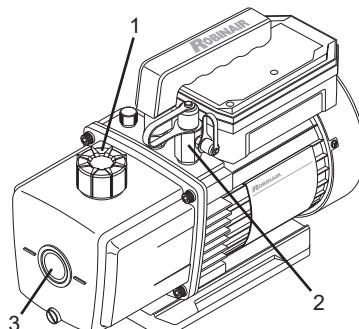
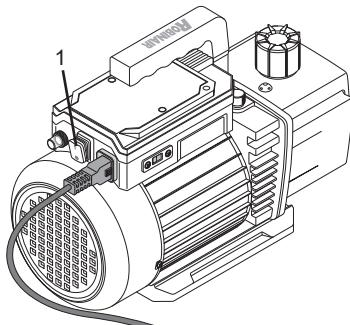

Figure 4
Figure 5
2. Retirer le bouchon d'évacuation/remplissage d'huile (1) (voir Figure 4).
3. Ajouter l'huile au réservoir d'huile jusqu'à ce que le niveau d'huile soit aligné avec les repères des deux côtés du regard (3) (voir Figure 4).
4. Remettre en place le bouchon d'évacuation/remplissage d'huile (1) (voir Figure 4).
5. Retirer un bouchon de l'orifice d'entrée (2) (voir Figure 4).
6. Brancher l'unité à la source d'alimentation électrique et mettre en marche la pompe à vide (1) (*voir Figure 5*).
8. Après une minute de fonctionnement de la pompe, arrêter la pompe (1) (*voir Figure 5*), vérifier le niveau d'huile dans le regard (3) (*voir Figure 4*) et faire l'appoint en huile si nécessaire.